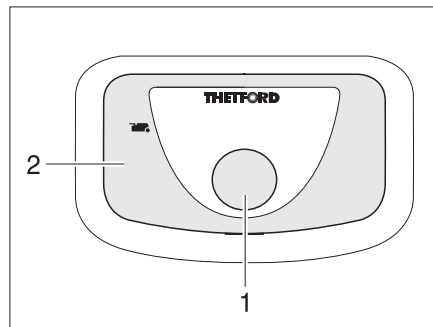

Bild 383 Spülknopf/Kontroll-Leuchte Thetford-Toilette
- Zum Spülen den blauen Spülknopf (Bild 383,1) drücken.
Die Kontroll-Leuchte (Bild 383,2) leuchtet, wenn die Thetford-Kassette entleert werden muss.
- Den Schieberhebel (Bild 383,1) im Uhrzeigersinn schieben. Der Schieber wird geschlossen. Zum Entleeren **muss** in der Thetford-Toilette der Schieber geschlossen sein.